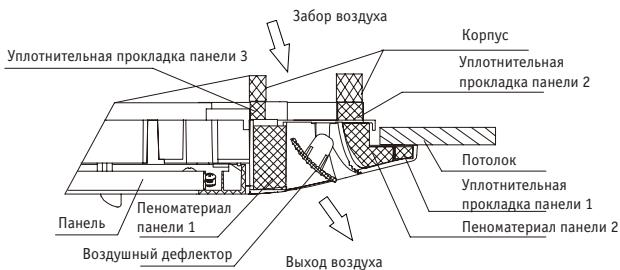

Рис. 5.15
- 6) Отрегулируйте панель в направлении, указанном стрелкой (см. рисунок 5.15, ③), чтобы центр панели сошел с центром отверстия в потолке. Убедитесь в том, что крюки в четырех углах надежно держатся на месте.